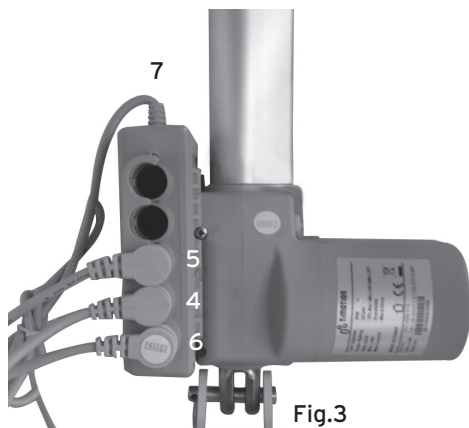

Fig.3
- Passare al collegamento elettrico dell'attuatore alzatesta (solo per MI37XX-MI38XX) e del telecomando come illustrato in Fig.3